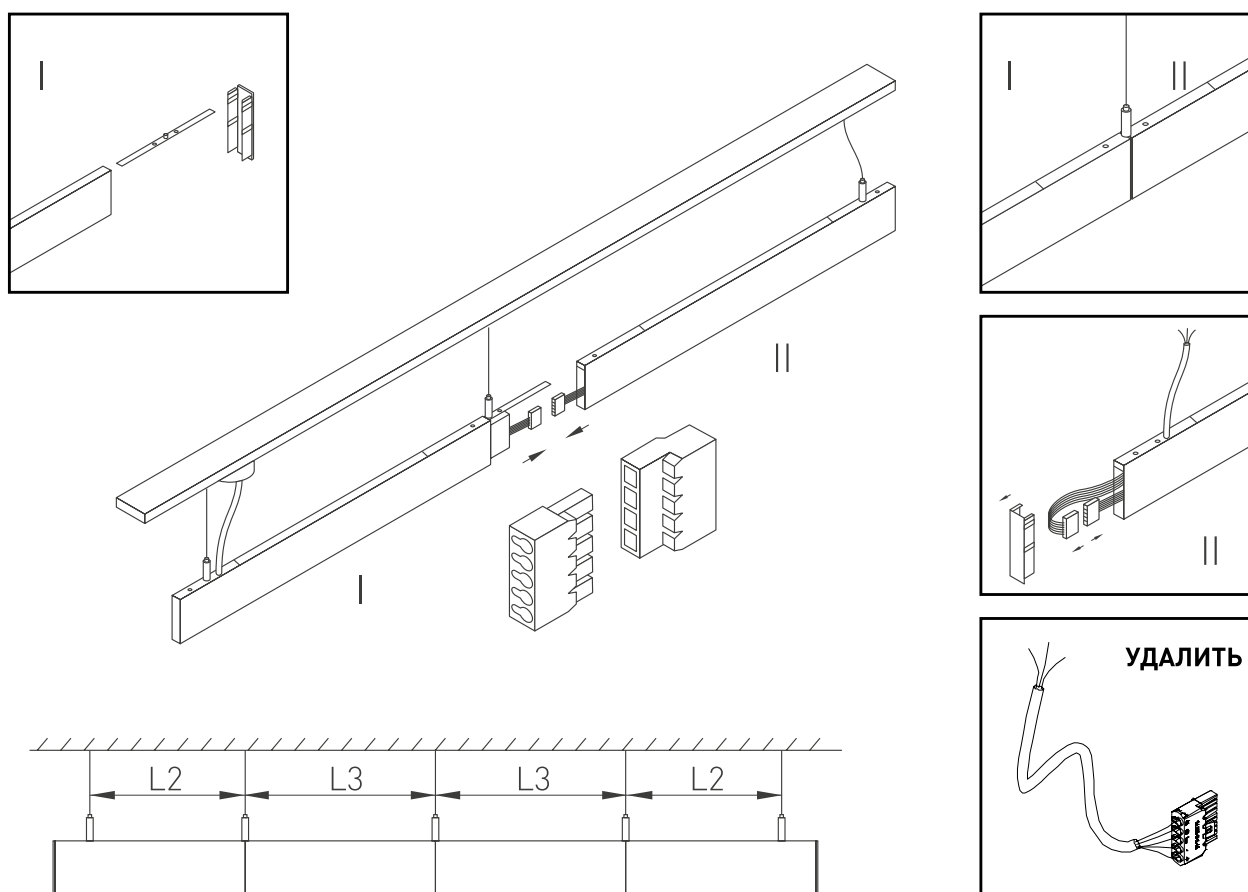

Рис. 3. Соединение светильников в линию
**ВНИМАНИЕ!** Для механического соединения светильников необходимо дополнительно приобрести прямой коннектор (арт. 030293 ALT-LINEAIR-FLAT-CON-I-2094 (ANOD)). Разъем для электрического присоединения светильников в линию находится в каждом светильнике и закрыт торцевой заглушкой (см. рисунок 3).